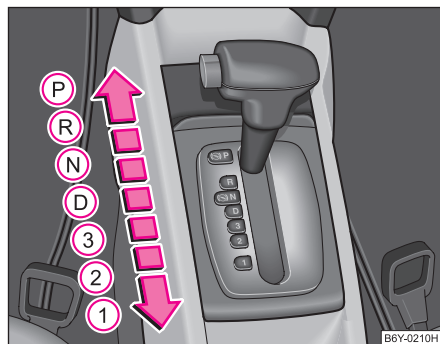

Abb. 96 Wählhebel
- Drücken Sie die Sperrtaste (Taste im Wählhebelgriff), stellen Sie den Wählhebel in die gewünschte Stellung, z. B. in **D** ⇒ Seite 114, Abb. 96, und lassen Sie die Sperrtaste wieder los.